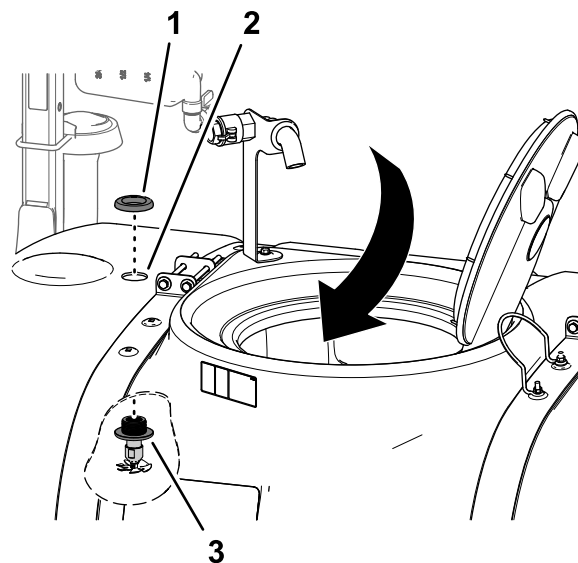

Figura 22
3. Nel foro anteriore di 4,5 cm nel serbatoio di irrorazione, ripetete i passaggi da 1 a 2 per l'altro gruppo ugelli di lavaggio (**Figura 22**).